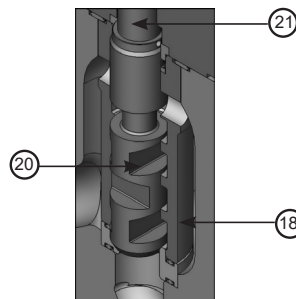

Bild 2: Plugg, foder och stångens styryta
Styrytor som visas i bild 2, inklusive fodret (18), ventilpluggen (20) och pluggstången (21) måste kontrolleras. Om du ser tecken på lätt slitage kan du använda ett fint slipmedel för att släta ut specifika styrytor. Delar med större skador eller slitage på styrytorna måste bytas ut.